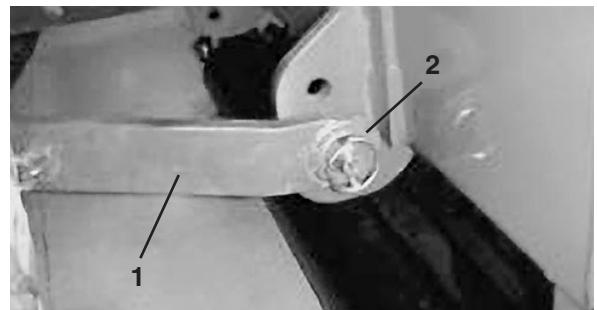

Bild 1
5. Stecken Sie die rechten und linken Unterlenker auf die Anbaustifte (Bild 1).
6. Sichern Sie die Unterlenker mit Klappsteckern an den Anbaustiften ab (Bild 1).